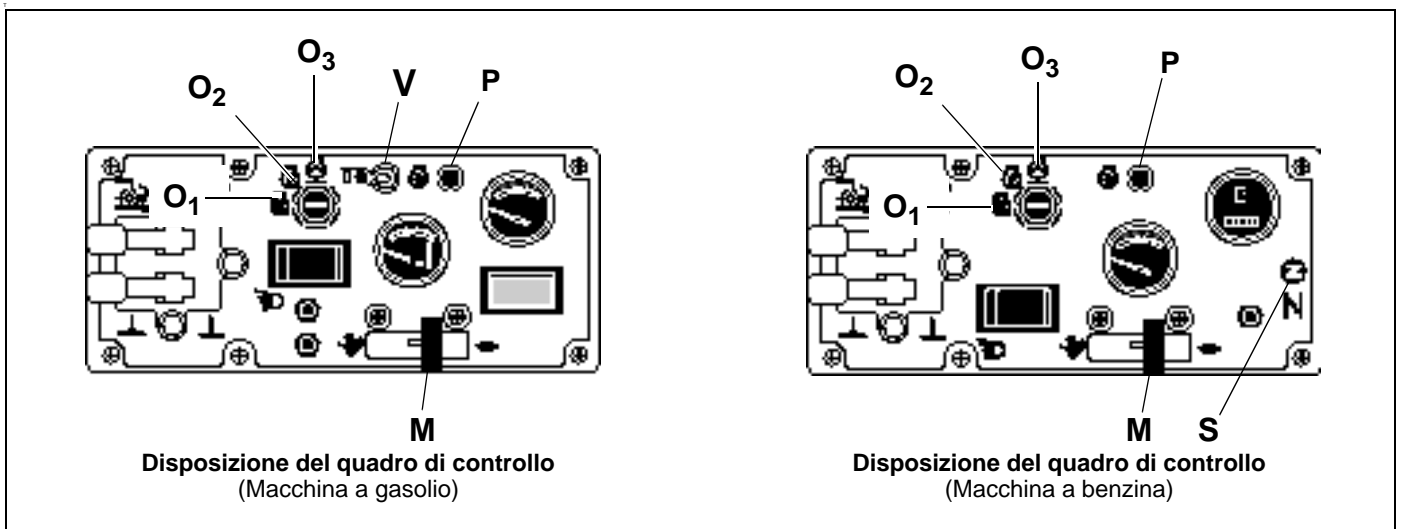

Figura 4A
4.4 AVVIAMENTO DEL MOTORE (Figura 4A)